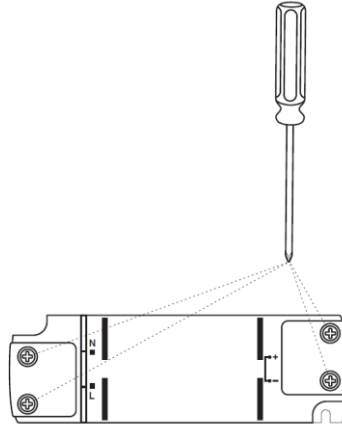

Abb. 1: Lösen der Schrauben mit dem Schraubendreher
- Lösen Sie anfangs die Schrauben mit Hilfe eines Schraubendrehers (*siehe Abb. 1*).